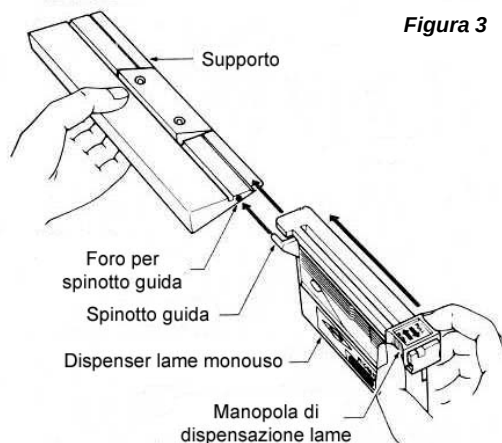

Figura 3
3) Appoggiare il dispensatore al supporto avendo cura di inserire lo spinotto guida nel foro corrispondente sul supporto stesso. Vedi figura 3.